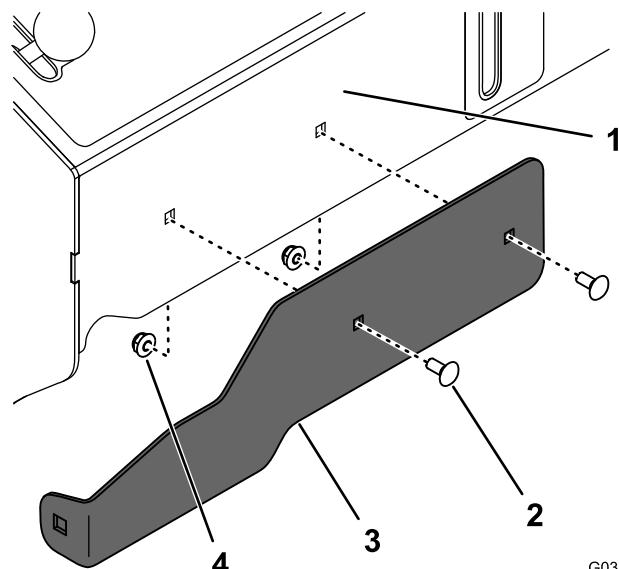

図 12
11. コントロールタワーの前部に前側取り付けブラケットを仮止めするキャリッジボルト $\frac{1}{4}$ " x  $\frac{5}{8}$ " 2本と、ナット $\frac{1}{4}$ " 2本を使用して図 12のように取り付ける。